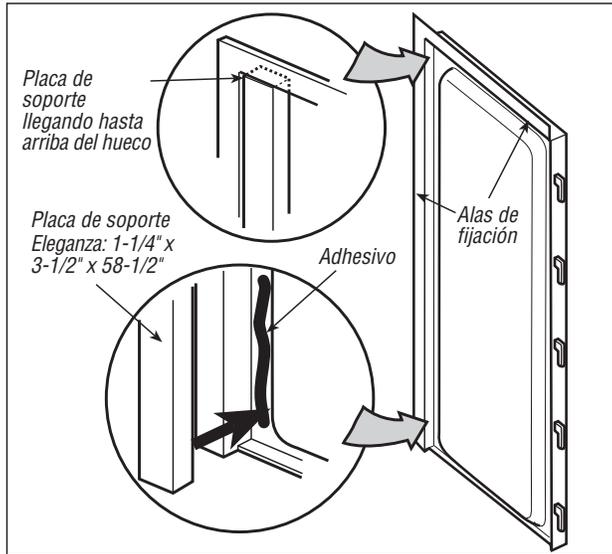

Figura 1
- 1** Si va a instalar una puerta de bañera, debe instalar una placa de soporte (vea el tamaño en la Figura 1) en la parte de atrás de las paredes de los costados. Coloque una capa de adhesivo en el interior de cada pared lateral y fije las placas (Figura 2) haciendo que lleguen hasta la parte de arriba del hueco.